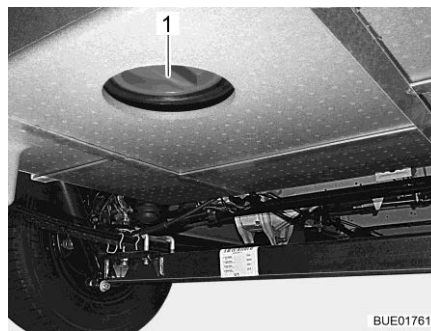

Bild 185 Reinigungsöffnung (Abwassertank)
- Reinigungsöffnung (Bild 185,1) am Abwassertank und den Ablasshahn öffnen.